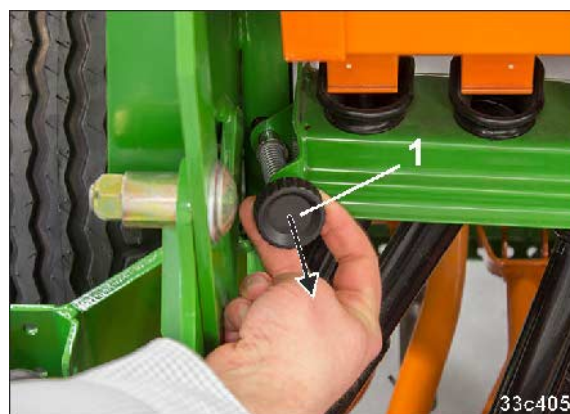

Рис. 128
4. Вытяните пружинный рычаг (Рис. 128/1) сбоку из фиксирующего приспособления.